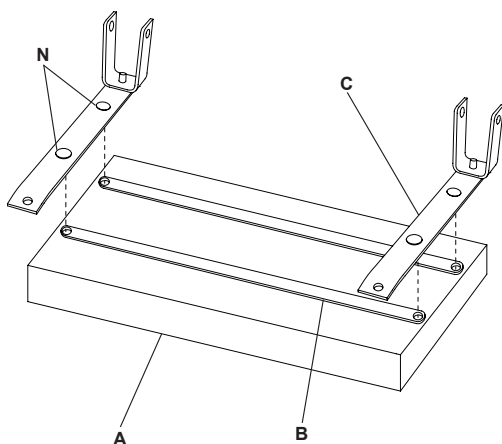

Figure 1 - Ensemble de coussin de siège
1. Avec le coussin du siège (A) vers le bas, aligner les trous des traversières (B) avec le siège. Ensuite, aligner les trous du Siège soutient Bars (C) et fixez avec quatre M6 x 16 Vis à tête Phillips (N). (Figure 1).